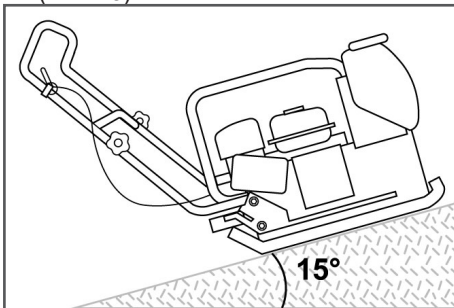

Рис. 15 Максимальный угол наклона виброплиты
10. Будьте предельно внимательны при работе на склонах. Максимальный угол наклона не должен превышать  $15^\circ$  (Рис. 15).